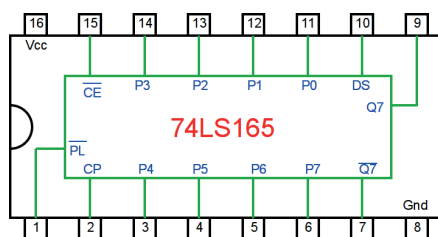
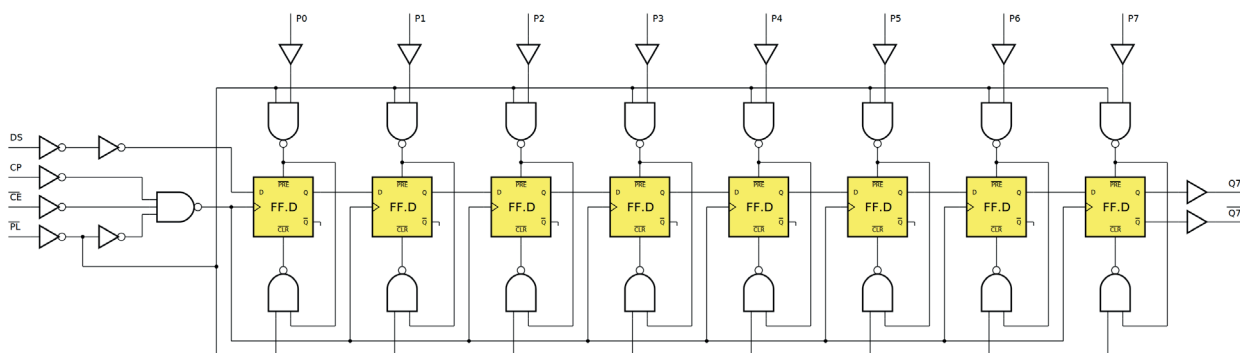

Figura 11.27 – Definições de pinos do registrador de deslocamento 74LS165.
Figura 11.28 – Diagrama esquemático do registrador de deslocamento 74LS165.
A figura 11.27 mostra as definições de pinos do 74LS165. O diagrama esquemático e a tabela verdade do registrador de deslocamento 74LS165 são mostrados na figura 11.28 e na tabela 11.9 respectivamente. O 74LS165 é um registrador de 8 bits de carga paralela ou entrada serial com saídas em série complementares ($Q7'$ e $Q7$) disponíveis no último estágio. Quando a entrada de carga paralela (PL') está em baixo (0), os dados paralelos das entradas $D0$ a $D7$ são carregados no registrador de forma assíncrona. Quando PL' é alto (1), os dados entram no registrador em série na entrada Ds e mudam um lugar para a direita ($Q0 \rightarrow Q1 \rightarrow Q2$, etc.) com cada transição do pulso de relógio de baixo (0) para alto (1). Esse recurso permite a expansão do conversor de paralelo para serial vinculando a saída $Q7$ à entrada Ds do próximo estágio. A entrada de relógio é uma estrutura de porta OU que permite que uma entrada seja usada como uma entrada de habilitação de relógio (CE') ativa em baixo (0). As atribuições de pinos para as entradas CP' e CE' são arbitrárias e podem ser revertidas para conveniência de layout. A transição de baixo-para-alto da entrada CE' deve ocorrer somente enquanto CP for alto (1) para operação previsível. Tanto CP quanto CE' devem estar em alto (1) antes da transição de baixo-para-alto de PL' para evitar o deslocamento dos dados quando o PL' estiver ativado.